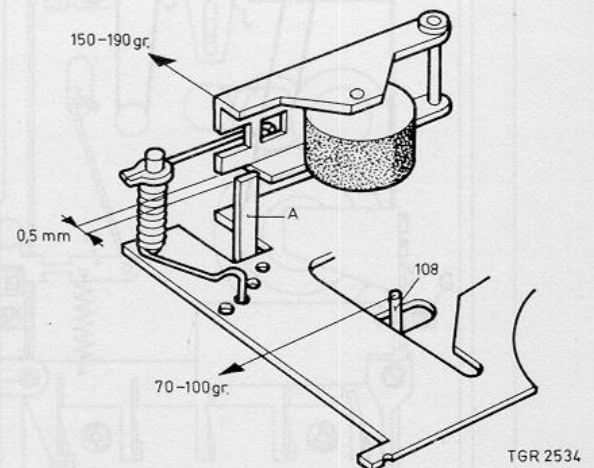

Fig. 5
Controle van de aandrukkracht van de drukrol 68 (zie fig. 5).
- a. Niet juiste aandrukkracht van de poelie op de opspoelfrictie tegen de spoelschotel. De druk van de poelie tegen de spoelschotel moet tussen de 70-100 gr bedragen. (zie fig. 5). Is dit niet het geval dan moet veer 105 vervangen worden.